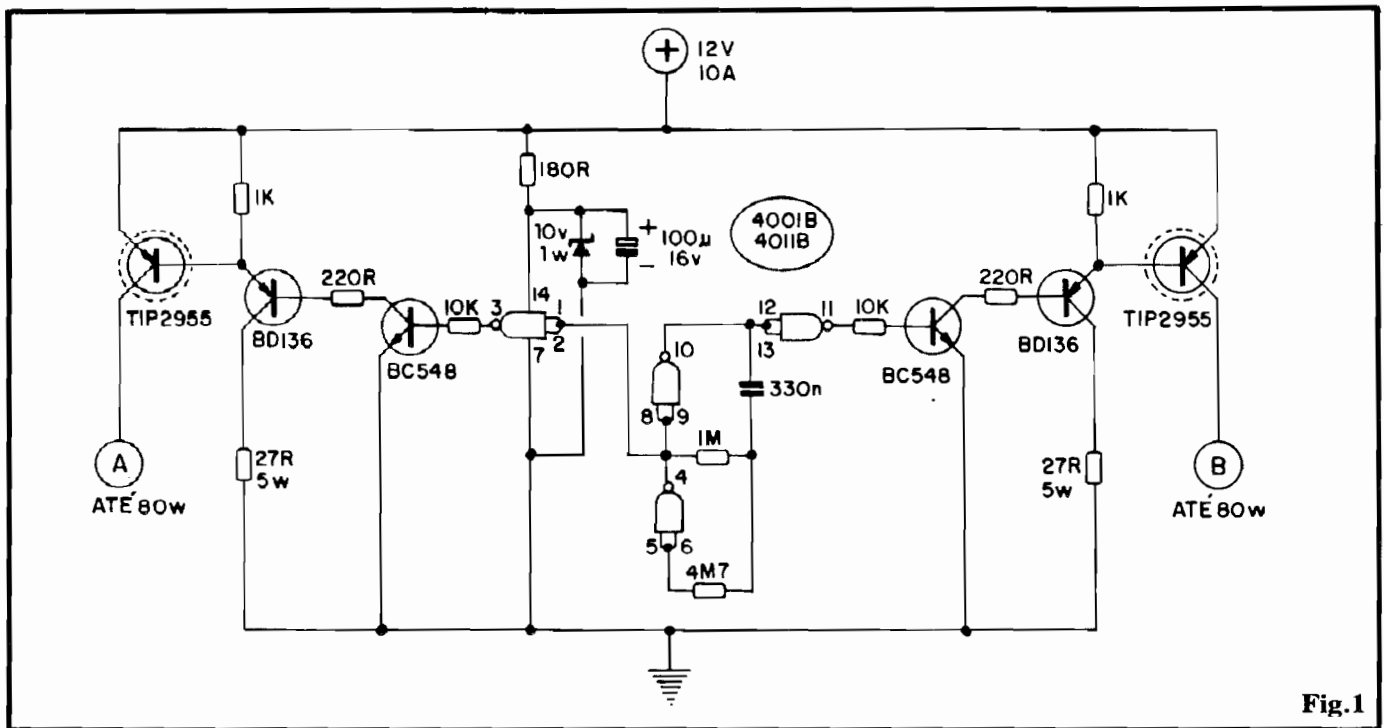

Fig.1
- **FIG. 1 - O CIRCUITO** - O diagrama esquemático enfatiza a "simetria" geral do circuito, compreensível já que o módulo funciona dois canais de idêntica função e Potência, de forma alternada... No centro do circuito (e também do desenho do esquema...) vemos o bloco de oscilação propriamente (**clock**), estruturado na forma de um simples ASTÁVEL com **gates** de Integrado C.MOS (no caso específico do circuito, tanto um 4001B quanto um 4011B podem ser usados, sem problemas...). A Frequência de oscilação é basicamente determinada pelos valores do capacitor de 330n e resistor de 1M... O segundo resistor acoplado à estrutura do ASTÁVEL (4M7) serve para tornar o conjunto razoavelmente independente da Tensão de alimentação (quanto à Frequência